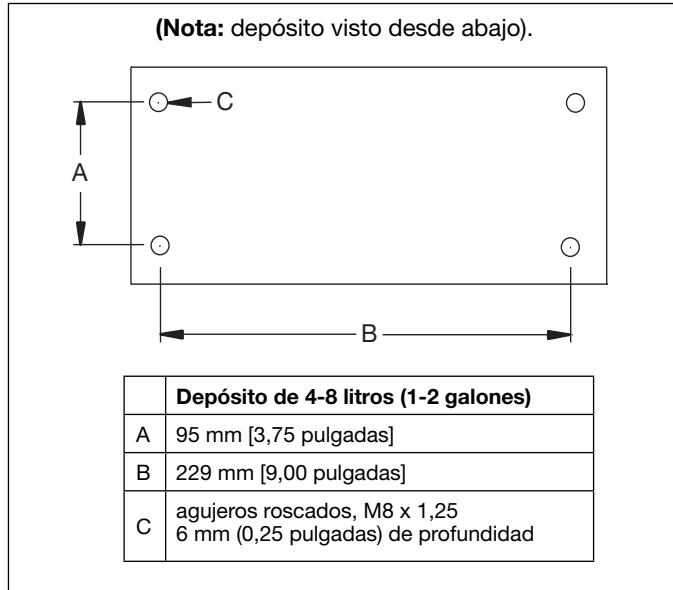

Figura 4, Dimensiones de montaje
4.2 Montaje de la bomba (véase Figura 4)